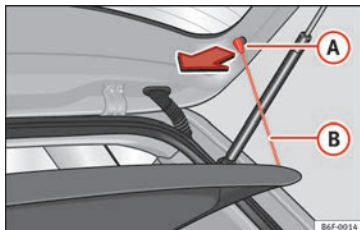

Fig. 163 Dans le coffre à bagages : dépose et repose de la plage arrière.
- Décrochez les tirants de fixation » **fig. 163** (B) de leurs logements (A).
- Accrochez les tirants de fixation » **fig. 163** (B) sur le capot de coffre.